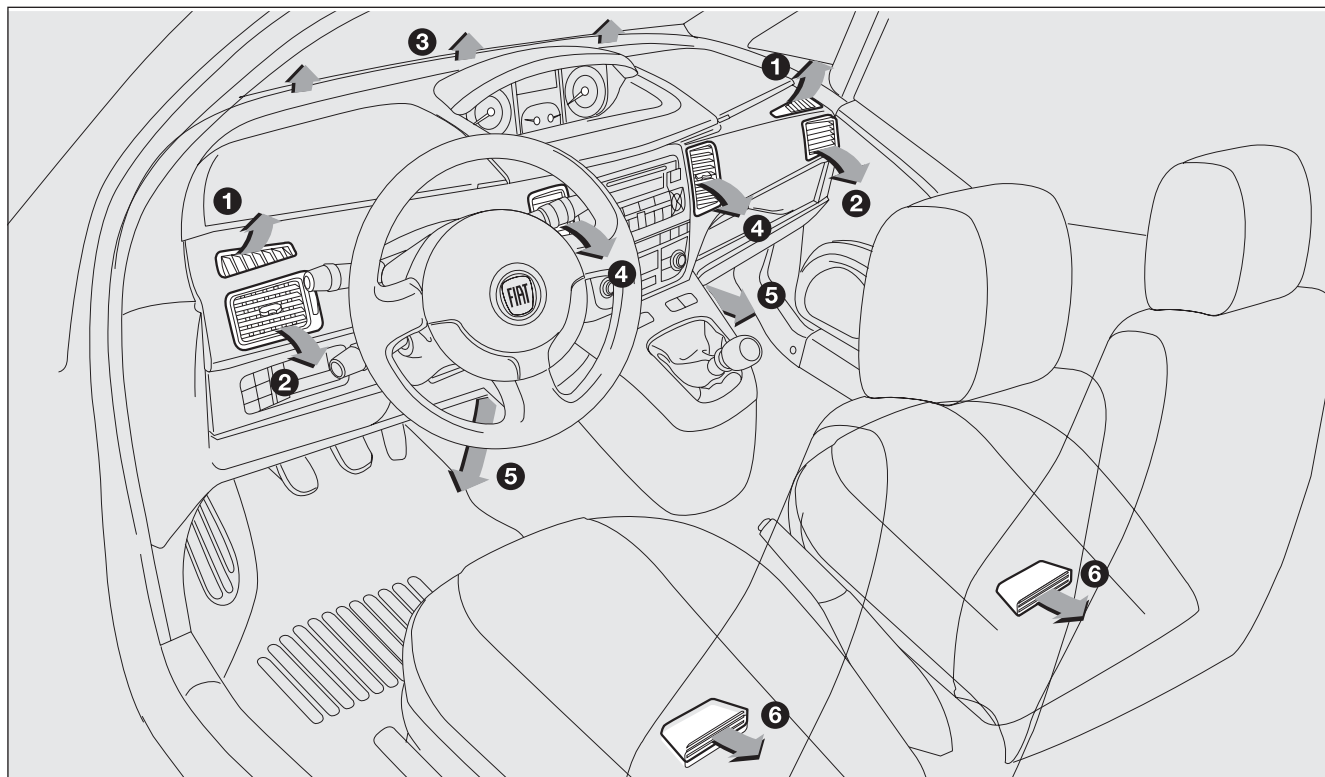

fig. 57
-  erogazione aria dai diffusori centrali e laterali (2) e (4) **fig. 57**;
-  consente di erogare aria dai diffusori centrali laterali (2) e (4) e verso il basso (5) e (6) **fig. 57** (funzione bilevel);
-  consente di erogare aria verso il basso (5) e (6) **fig. 57**;
-  consente di erogare aria verso il basso (5) e (6); e contemporaneamente verso il parabrezza (3) **fig. 57**;
-  consente il disappannamento e lo sbrinatorio del parabrezza (3) e dei cristalli laterali anteriori (1) **fig. 57**.
- aprire completamente i diffusori d'aria centrali (4) e laterali (2) **fig. 57**;
-  erogazione aria dai diffusori centrali e bocchette laterali (2) e (4) **fig. 57**;
-  consente di erogare aria verso il basso (5) e (6) e contemporaneamente verso il parabrezza (3) **fig. 57**;
-  consente il disappannamento e lo sbrinamento del parabrezza (3) e dei cristalli laterali anteriori (1) **fig. 57**.